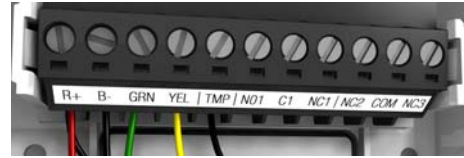

Figura 3: Cableado Digiplex
- Conecte el bus de comunicación Digiplex EVO en los terminales verde y amarillo (vea la Figura 3).